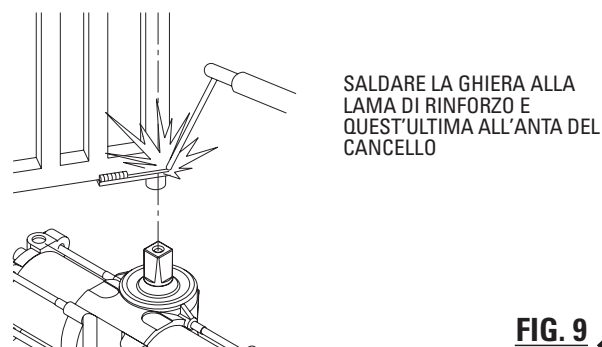

FIG. 9 <
- Saldare la **Ghiera con foro quadro** sull'anta, interponendo una **Lama di rinforzo**, in asse con la cerniera di rotazione superiore e rispettando le quote di installazione, ciò garantirebbe l'assialità dell'albero di rotazione del DRIVE 700 con la cerniera di guida superiore, e un regolare movimento dell'anta (Fig.9).